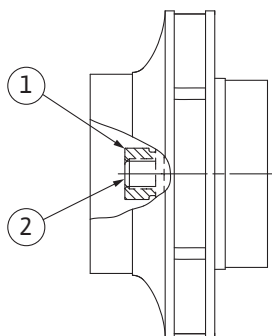

Fig. 111: Töörattamutri korrektne asend pärast paigaldamist
8. Hoidke võlli otsvõtmega (suurus 22 mm) kinni ja keerake töörattamutter ettenähtud pingutusmomendiga (vaadake tabelit „Pingutusmomendid“ [► 33]) kinni. Mutter (Fig. 111, pos 1) peab olema täpsusega $\pm 0,5$ mm võlli otsaga (Fig. 111, pos 2) samas tasapinnas. Kui see nii pole, keerake mutter lahti ja korrake tegevussamme 4–8.
9. Eemaldage harkvõti ja paigaldage uuesti kaitseplekk (Fig. I, pos. 27).